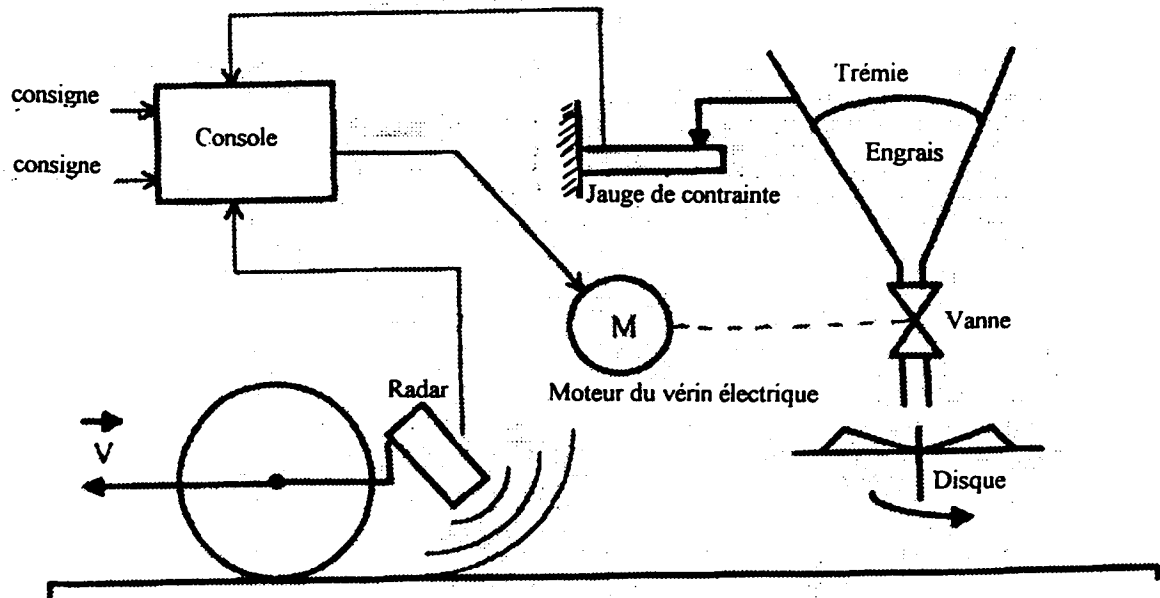

Figure 4 : représentation simplifiée du dispositif de régulation DPAE de l'épandeur.
2.7 (1,5pt) A partir de la figure 4 (représentation simplifiée du dispositif de régulation DPAE de l'épandeur), et des données issues de la question 2.6, dessiner le schéma fonctionnel du système de commande de la vanne motorisée et expliquer le principe de régulation du DPAE.